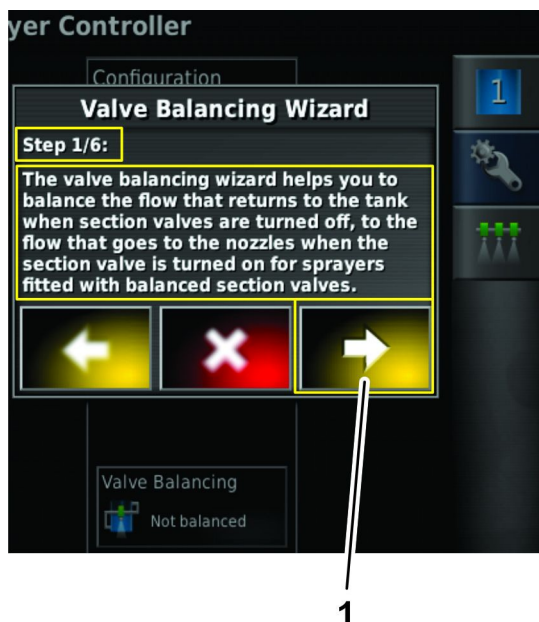

Figura 134
1. Na etapa 1 do assistente de equilíbrio de válvulas, leia a descrição do assistente e, em seguida, pressione o ícone Avançar (Figura 134).